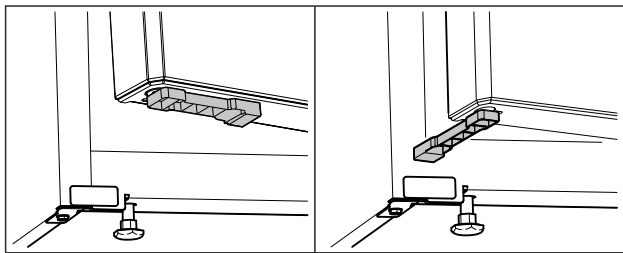

Fig. 69 \*
- Käännä ovivälikettä 90°. (katso Fig. 69) \*